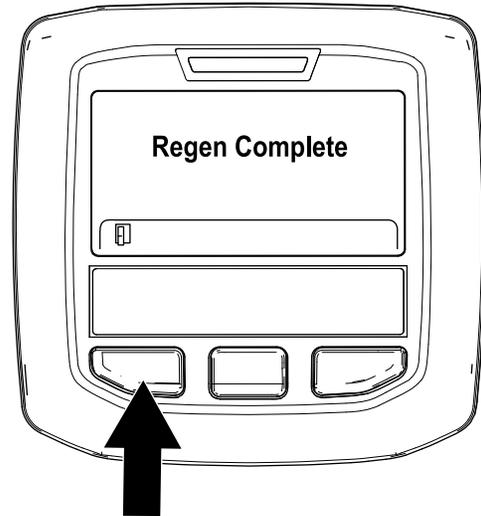

Figura 42
- La rigenerazione parcheggiata è completa quando nell'InfoCenter appare il messaggio "Regen Complete" (Rigen. completa). Premete il pulsante sinistro per uscire e tornare alla schermata Home (Figura 42).